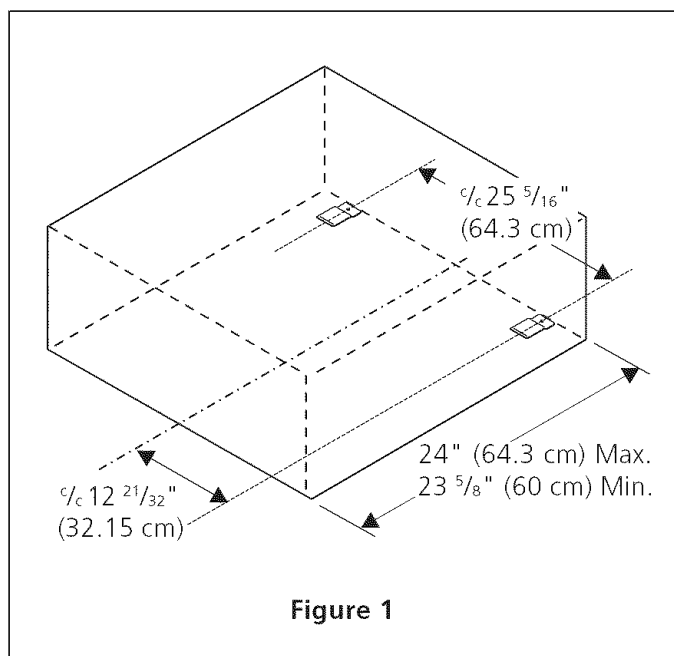

Figure 1
1. Localisez les supports anti-bascules tel qu'indiqué à la figure 1.